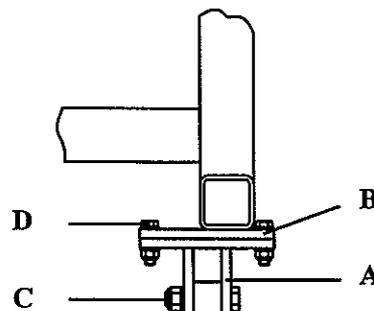

fig. 6
-Connect each of the four tilt hinges (*fig. 6/A*) to each of the machine supports (*fig. 6/B*). The four hinges are identical. When assembling, each wheel's shaft must remain in cross position (*fig. 6/C*). Mounting screws (*fig. 6/D*): M.14x55.
-Fijar las cuatro charnelas (*fig. 6/A*) del basculante a los apoyos de la máquina (*fig. 6/B*). Las cuatro charnelas son iguales. Deben montarse de forma que el eje (*fig. 6/C*) de cada una de las ruedas quede en posición transversal. Tornillos de fijación (*fig. 6/D*): M.14x55.
-Fixer les quatres charnières (*fig. 6/A*) du basculant aux bases de la machine (*fig. 6/B*). Les quatre charnières sont identiques. Il faut les monter de façon que l'axe (*fig. 6/C*) de chacune des roues soit en position transversal. Vis de fixation (*fig. 6/D*): M.14x55.